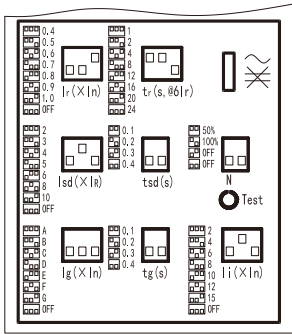
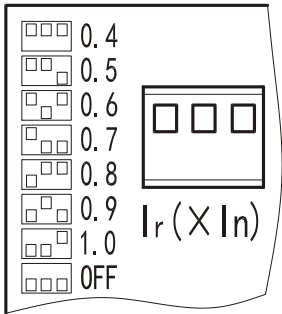

图71 四段保护调节拨码
图73 Ir=0.4In
② 设置状态：四段保护设定值由拨码调节设定，将拨码按照其左侧形状进行上下调节，则可实现对应参数的更改，示例见图71~图73更改保护参数须在缺省界面进行，若不在缺省界面进行更改保护参数，则修改之后须按“返回”键，设定值才能实现变更。